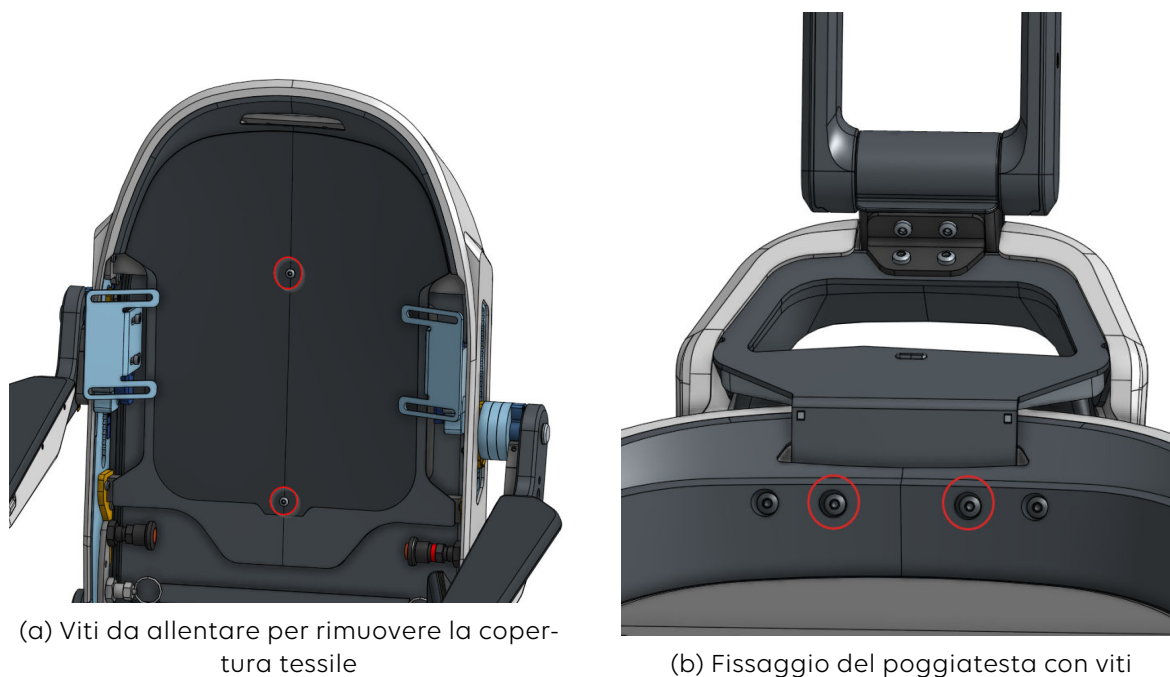

Figura 20. Installazione/rimozione del poggiatesta
2. Rimuovere le due viti dal rivestimento tessile dello schienale ([Figura 20, «Installazione/rimozione del poggiatesta» \[30\]](#))
3. Inserire il poggiatesta nella fessura predisposta e serrare le due viti in dotazione dal basso (Coppia consigliata: 6Nm) ([Figura 20, «Installazione/rimozione del poggiatesta» \[30\]](#))